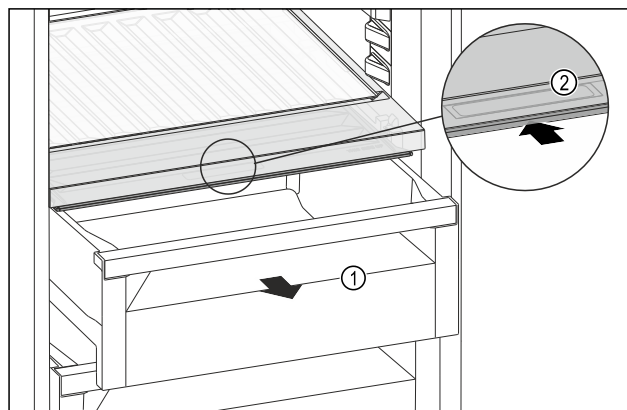

Fig. 108
- Schuifvak Fig. 108 (1) uittrekken.
- Greeplijst Fig. 108 (2) op het vakdeksel vastpakken en het vakdeksel gelijktijdig naar achteren schuiven.